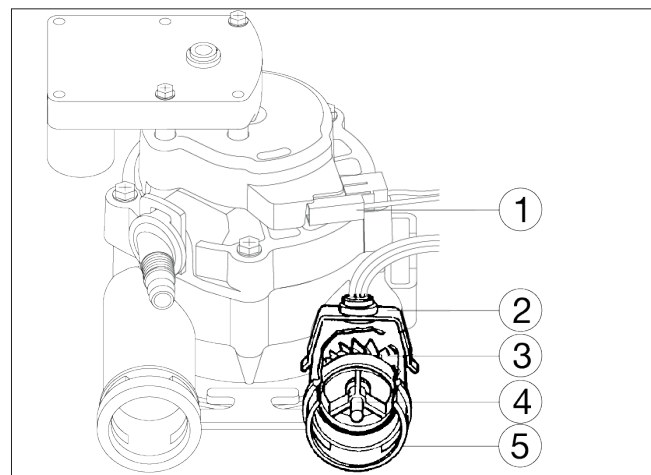

Fig. 42
- Si aucune lecture ne s'affiche à l'écran lorsque la vanne est ouvert, sortir la sonde de l'orifice de sortie de la vanne. Faire passer un petit aimant d'avant en arrière devant la sonde. Si une lecture s'affiche à l'écran grâce à l'aimant, retirer la plomberie d'entrée et de sortie et vérifier que la turbine n'est pas bloquée (voir Fig. 42).